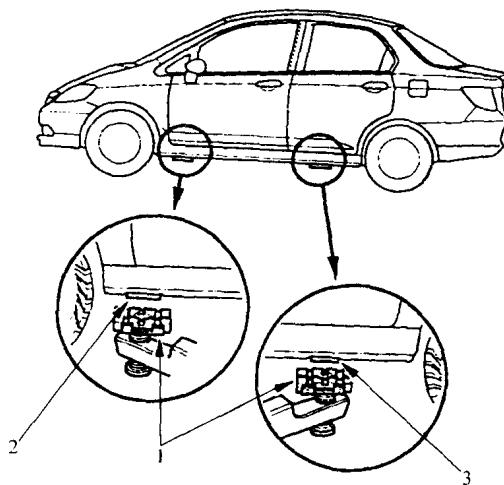

图 1-6 车辆前支撑点和车辆后支撑点
1) 如图 1-6 所示，将举升机的提升块 1 或安全支承架置于车辆前支撑点 2 和后支撑点 3。